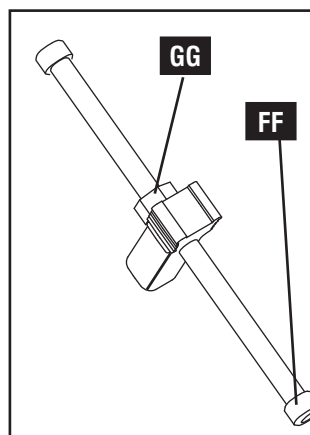

Fig. E17
PARA CORREGIR LA TABLA CON ESPIGA EMBUTIDA: Afloje la tuerca hexagonal (GG) Fig. E17 y gire el tornillo de tope (FF) Fig. E17 o E18 en sentido de las agujas del reloj si la junta está sobresalida.
PARA CORREGIR LA TABLA CON ESPIGA SOBRESALIDA: Afloje la tuerca hexagonal (GG) Fig. E17 y gire el tornillo de tope (FF) Fig. E17 o E18 en sentido contrario de las agujas del reloj si la junta está sobresalida.